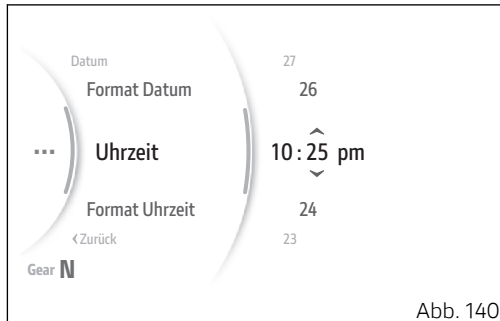

Abb. 140
Die Pfeile und die verfügbaren Werte werden jetzt für die Anzahl der Minuten eingeblendet (Abb. 140). Über die Tasten (1) und (2) ist das Scrollen und Wählen des gewünschten Werts möglich. Zur Bestätigung auf ENTER (3) drücken und zur Wahl von AM/PM übergehen.